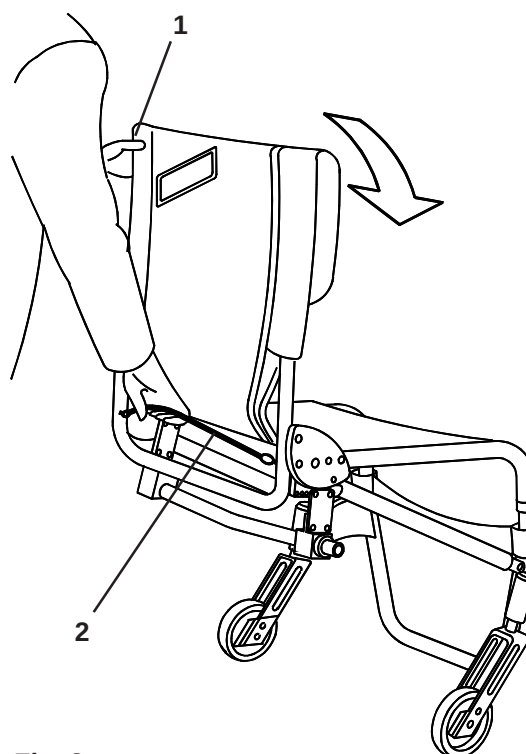
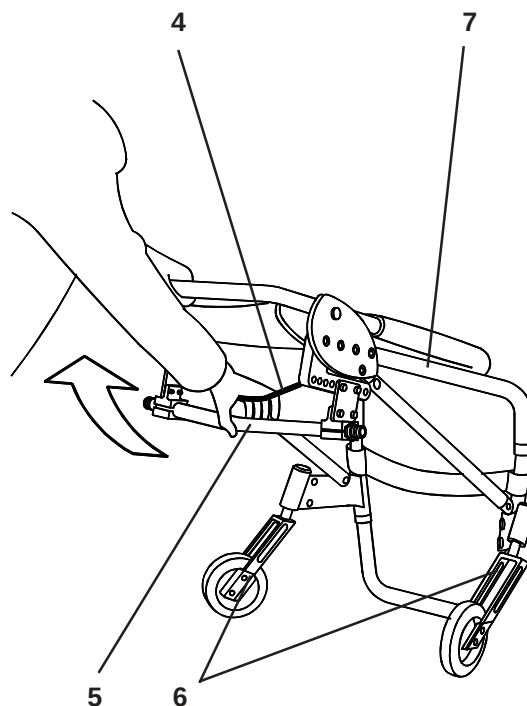
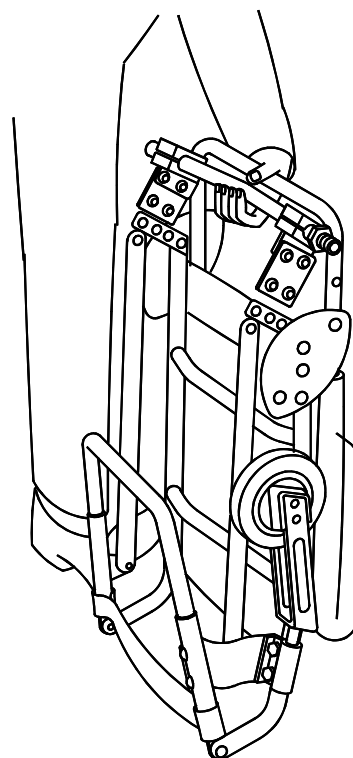

Fig. 2
Fig. 3
Fig. 4
Pak, terwijl u aan de achterkant van de rolstoel staat (Fig. 2), de rugbuis (1) stevig vast. Trek aan het rugontgrendelkoord (2) en duw de rug naar voren en naar beneden totdat deze in de halfgevouwen positie is (getoond in Fig. 3)
Laat het rugontgrendelkoord los en houd de rolstoel vast zoals getoond wordt in Fig. 3 (halfgevouwen positie), trek aan het ontgrendelkoord (4) van het frame en trek de camberbeugel (5) naar u toe totdat de voorwielen (6) parallel zijn met het zitframe (7). Dit is de volledig gevouwen positie (Fig. 4).
Door het op- of afrijden van een helling (Fig. 3) of door het dwars op een helling rijden (Fig. 4) zal het zwaartepunt van uw rolstoel wijzigen. Het niet nakomen van deze waarschuwingen kan de oorzaak zijn van ernstige verwondingen door het omkiepen van de rolstoel, of het verliezen van controle over de rolstoel: